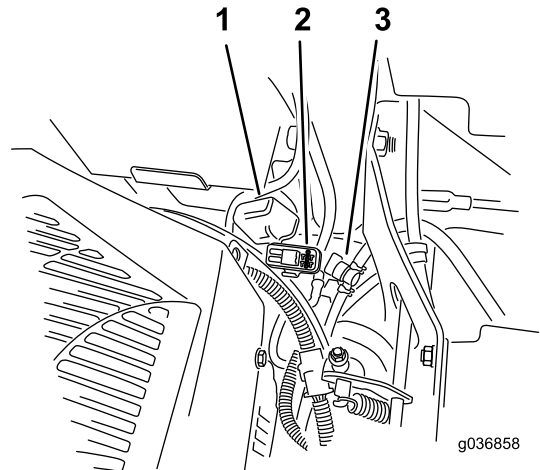

Figura 78
Nota: En máquinas MyRide, asegúrese de que el cable de tierra no roza contra el brazo arrastrado ni contra el soporte inferior del amortiguador (Figura 78).
Los fusibles están situados en la consola de la derecha, junto al asiento (Figura 78).
2. Instale un fusible nuevo (Figura 78).